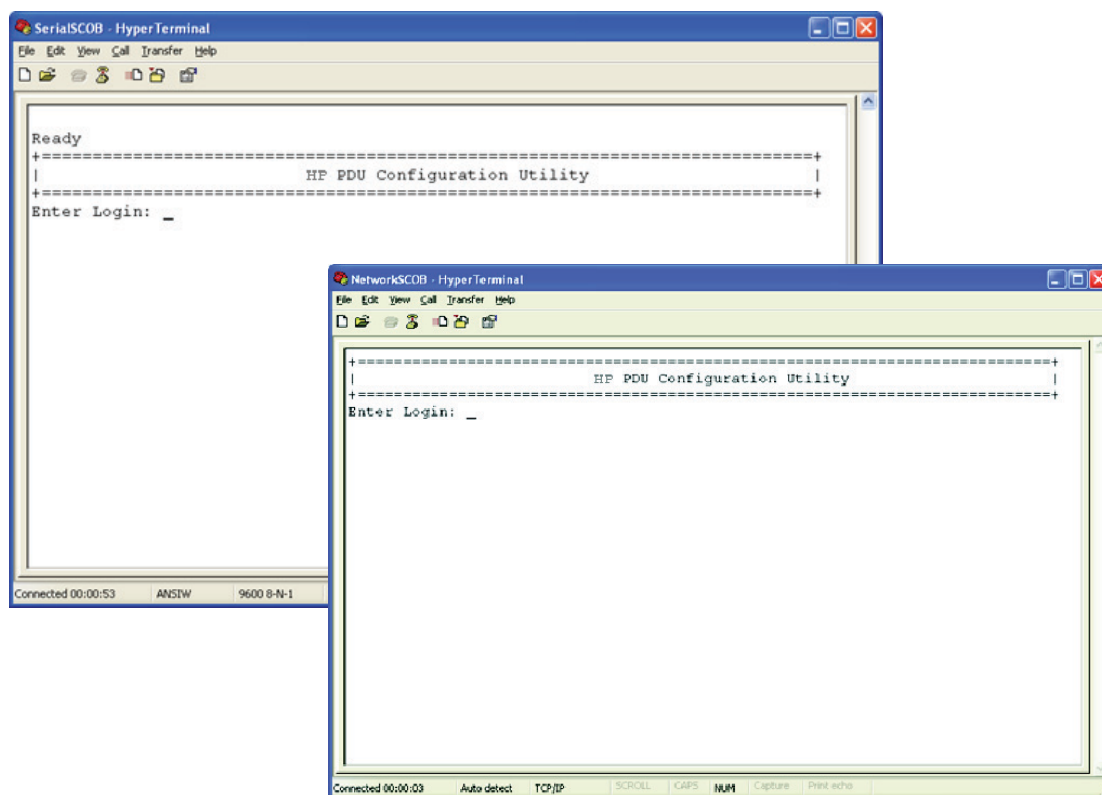

図 17. TCP/IP 接続の定義
10. HyperTerminal 選択した接続のセッションウィンドウが開きます。どれかキーを押してバナーを表示します。認証セッションを開くには、ユーザー名を入力してログインします（図 17 を参照）。